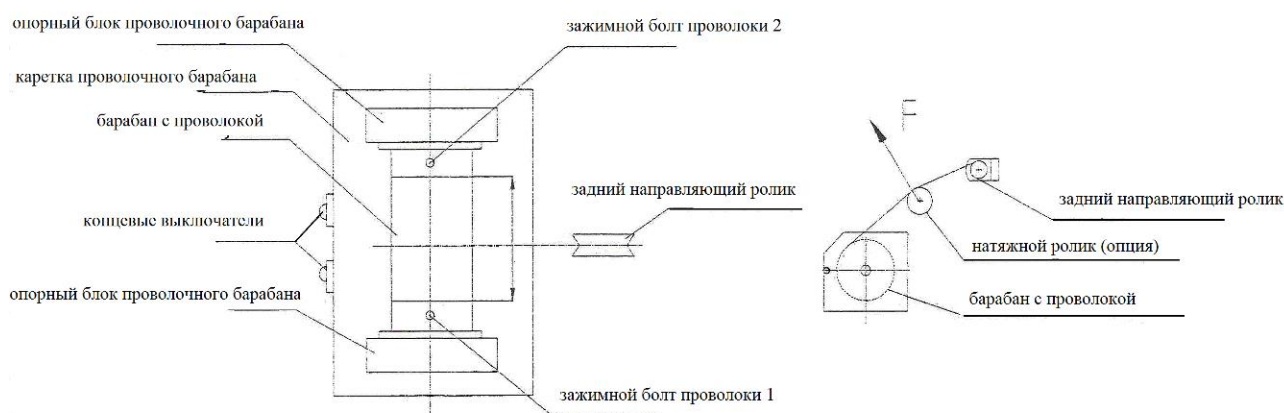

Рис.6. Схема протяжки проволоки в станке DK 77 с малым углом конусности
1. Оператор, стоя лицом к передней стороне станка (как показано на рис. 6), включает электрический мотор протяжки проволоки и проверяет направление его вращения (когда барабан с проволокой вращается против часовой стрелки, то каретка протяжки проволоки движется к оператору).
Рис. 6а. вид станка спереди (с лицевой стороны)
3. Установите бобину с проволокой на узел направляющей проволоки. Начните вытягивать проволоку, как показано на рис. 6.а. То есть нужно провести проволоку вначале под барабаном, устройство защиты против обрыва проволоки (для станков с системой наклона), токопроводящий блок, нижний направляющий ролик, верхний направляющий ролик, задний направляющий ролик и, наконец, в барабан для проволоки, а затем закрепить конец проволоки зажимным болтом 1 (со стороны, которая ближе к оператору).
6. Установите концевой выключатель соответствующего текущему крайнему положению. Отведите второй концевой выключатель в крайнее положение, так чтобы он не сработал. С помощью ролика натяжения проволоки (входящего в комплект станка) натяните проволоку вверх (см. рис. 6 с) с усилием 5-7 кг.. Включите мотор протяжки проволоки. Барабан с проволокой начнет вращаться по часовой стрелке, а каретка отодвигаться от оператора. Когда дойдет конец проволоки, выключите мотор протяжки проволоки, освободите болт 1, дотяните образовавшуюся лишнюю часть проволоки и снова прижмите плотно проволоку. Отрежьте лишнюю проволоку.
7. Проверьте натяжение проволоки-электрода (так как проволока обладает определенной упругостью). Если она слишком свободная, то повторите пункт предыдущий пункт (6). **Внимание: во время натяжения проволоки запрещается вращать барабан с проволокой против часовой стрелки!**